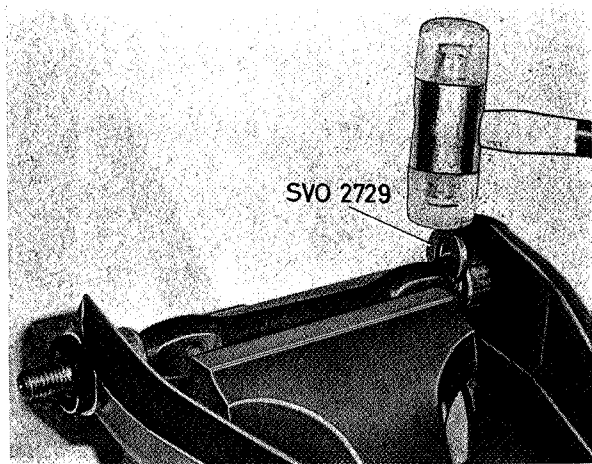
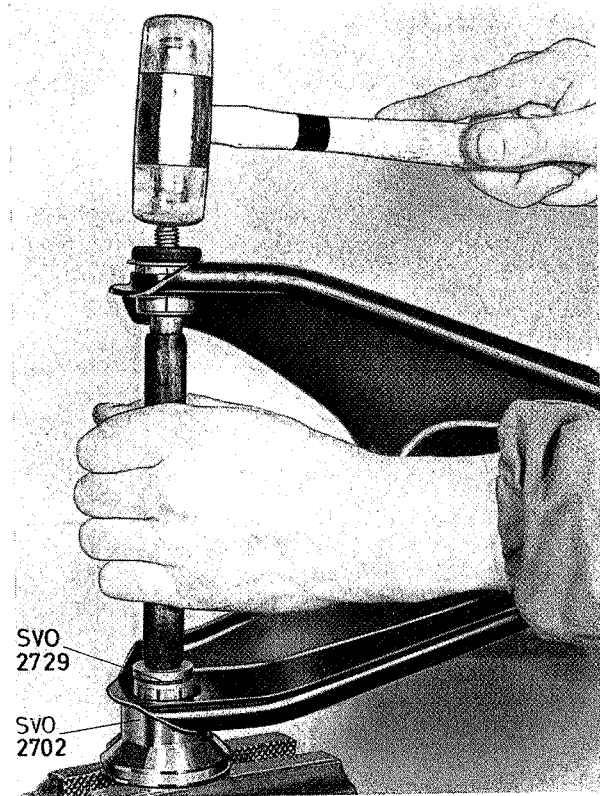

Fig. 6-25. Demontage bovenste draagarmas
Fig. 6-26. Demontage van draagarmas. 2. Utdrijven van de as
2. Sla de draagarmas naar één kant. Monteer SVO 2729, zie Fig. 6-25. Drijf één van de busen uit met een plastic hamer en gereedschap SVO 2702, zie Fig. 6-26. Draai de draagarm om, breng SVO 2729 over naar de andere kant en drijf de andere bus op dezelfde manier uit als de eerste.